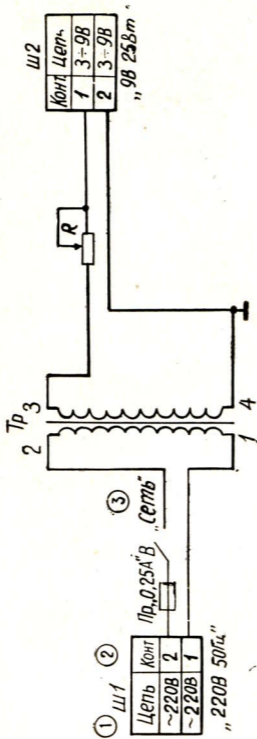
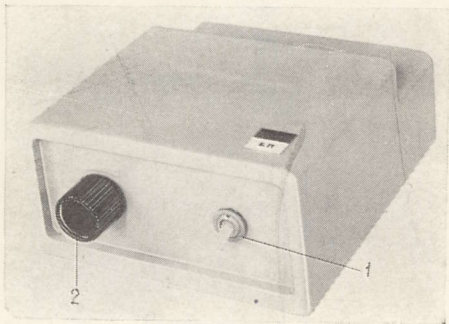
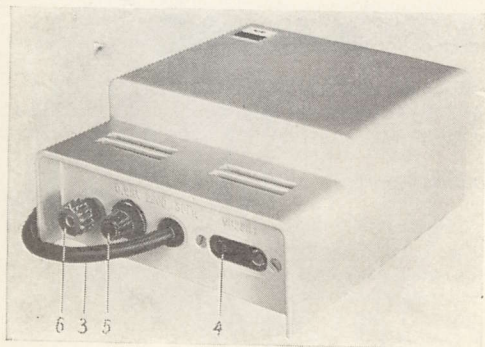

Abb. 1
Abb. 2
Abb. 3
Die Schaltung des Netzanschlußgeräts ist in der Abb. 1 gezeigt, die Gesamtansicht — in der Abb. 2 und 3.
Auf der Vorderplatte des Netzanschlußgeräts (Abb. 2) sind der Kippschalter 1 und der Handgriff 2 für Ausgangsspannungsregelung angeordnet. An der Hinterwand des Geräts (Abb. 3) sind Stecker 3 mit Leitung, Steckerklotz 4, Sicherungshalter 5, Klemme 6 für Erdung montiert.
5.1. Das Netzanschlußgerät erden (Abb. 3).
5.6. Den Kippschalter 1 (Abb. 2) einschalten.